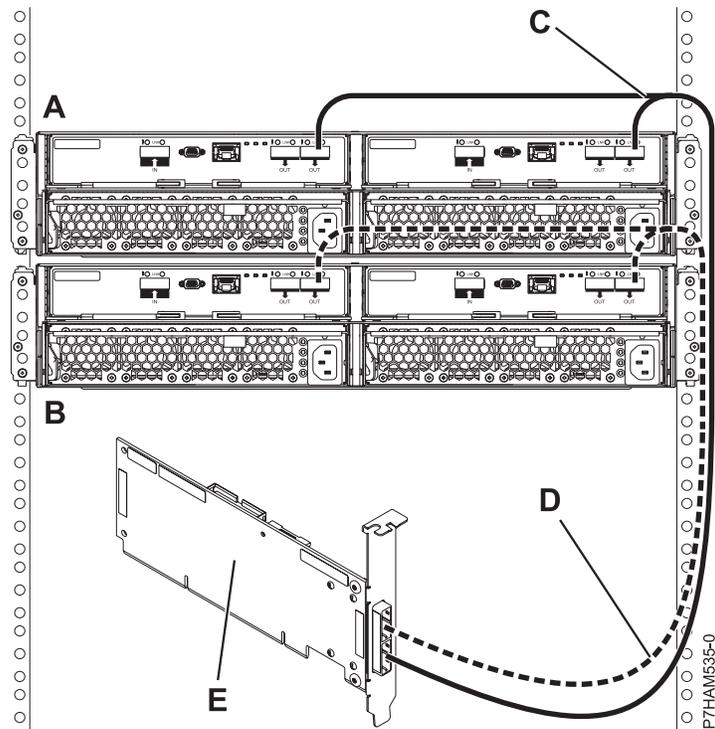

Abbildung 36. Anschließen zweier Plattenlaufwerkgehäuse 5887 nach Modus 1 mit YO-Kabeln an einen einzelnen SAS-Adapter
- Schließen Sie die zwei Plattenlaufwerkgehäuse 5887 nach Modus 1 (A und B) mit YO-Kabeln (C und D) an einen einzelnen SAS-Adapter an (E) (siehe Abb. 36 auf Seite 85).